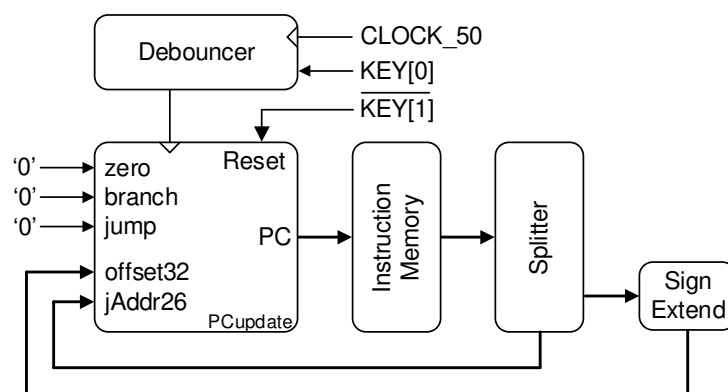

Figura 6. Diagrama mostrando os blocos, e respetivas interligações, a implementar nesta aula.
1. Use o ficheiro VHDL **"MIPS_SingleCycle.vhd"** disponível no moodle de AC1 e complete-o de modo a instanciar e interligar a memória de instruções, o módulo de atualização do PC, o extensor de sinal e o módulo de separação dos campos da instrução (ver Figura 6). O sinal de *clock* deve ser ligado, através do *debouncer*, a um pulsador (**KEY[0]**) da placa de desenvolvimento. O sinal de *reset* deve ser ligado à tecla **KEY[1]** (não se esqueça de inverter este sinal).